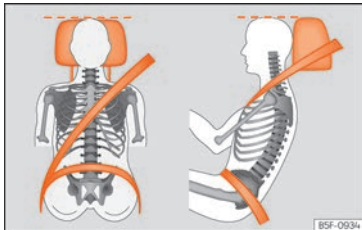

Fig. 87 Appuie-tête correctement réglé, vu de face et latéralement.
- Réglez l'appuie-tête de telle manière que son bord supérieur soit dans la mesure du possible à la même hauteur que la partie supérieure de votre tête, et au moins à la hauteur des yeux »» **fig. 87**.